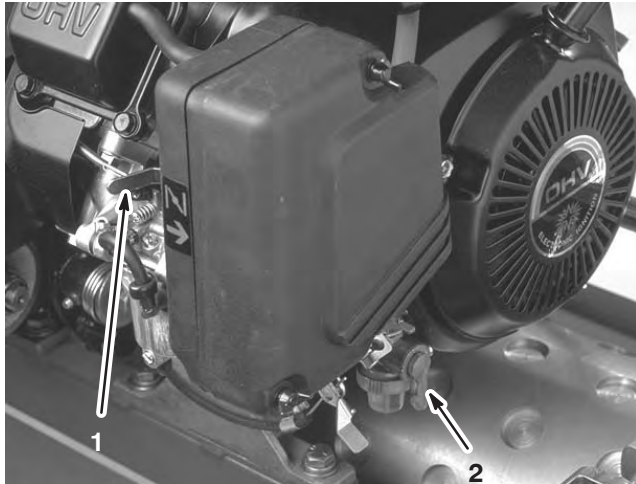

Bild 22
Chokehebel (Bild 22)
Kraftstoffhahn (Bild 22)
2. Öffnen Sie den Kraftstoffhahn am Motor (Bild 22).
5. Stellen Sie beim Anlassen eines kalten Motors den Chokehebel (Bild 22) auf die halbgeöffnete Stellung. Der Choke wird ggf. beim Starten eines warmen Motors nicht benötigt.